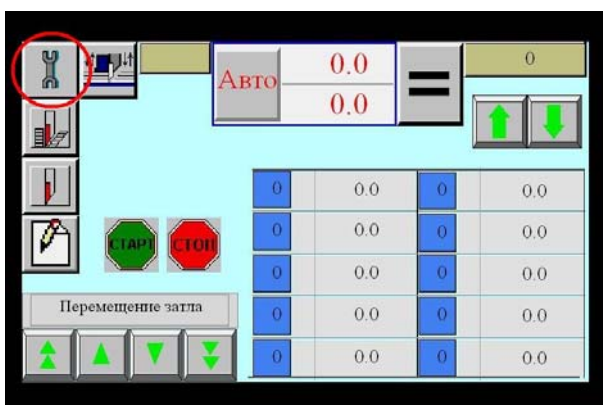

Рисунок 1.1
1. После включения питания станка и загрузки контроллера появится стартовый экран. Для начала работы нажмите зеленую кнопку в центре экрана. Машина автоматически начнет калибровку. Затл уйдет до конца назад, а затем переместится на предустановленное значение. После успешной калибровки на экране появится сообщение о том, какая программа будет загружена. Для перехода в рабочее окно нажмите кнопку «ОК» на сенсорном экране и удерживайте ее не менее 3-х секунд. После проведения этой операции контроллер выйдет в основное меню (Рисунок 1.1).
2. Если калибровка производится неточно, необходимо скорректировать значение калибровки. Для этого нажмите кнопку **НАСТРОЙКИ** (Рисунок 1.1) для входа в сервисное меню (Рисунок 1.2).